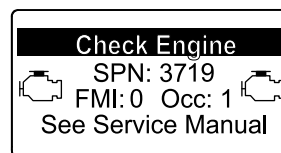

Figura 59
- Advertencia del motor SPN 3719, FMI: 0 (Figura 59)